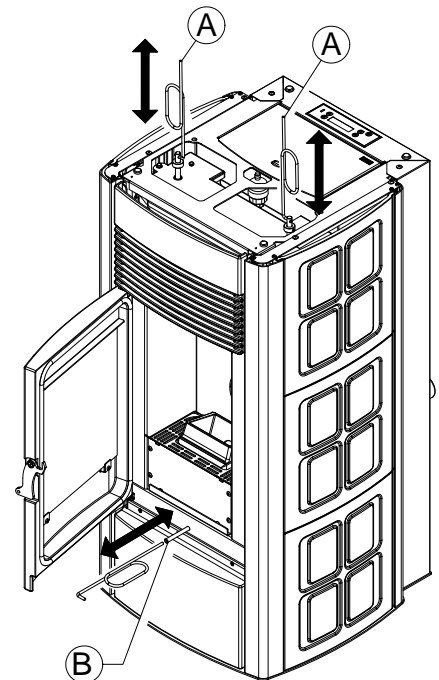

Abbildung 15 – Reinigung des inneren Rohrbündels mit einem Kratzer (EGO-STAR)
- **Rohrbündel reinigen**– Die Stangen unter der Abdeckplatte (**A** in Abbildung 15) 5-6 Mal fest schütteln, dazu den beiliegenden kalten Griff verwenden. Durch diesen Vorgang wird der Ruß entfernt, der sich an den Rauchableitungen des Wärmetauschers beim normalen Ofenbetrieb ablagert.
- **Rauchförderfach reinigen Heizöfen EGO-STAR (Abbildung 15)**
– Tür öffnen, den kalten Griff an die Stange des Kratzers **B** (**B** in Abbildung 15) anschrauben, 5-6 Mal über die gesamte Länge kräftig schütteln. Den kalten Griff wieder abschrauben und die Stange **B** wieder vollständig in den Sitz einschieben. Dadurch wird das Gebläse beim Auswerfen etwaiger Rußansammlungen unterstützt, die während der vorherigen Reinigung des Rohrbündels herunter gefallen sind (Nach dem Schütteln der Stangen "**A**" muss immer der Kratzer "**B**" verwendet werden).